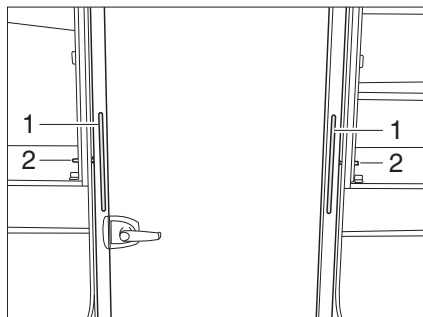
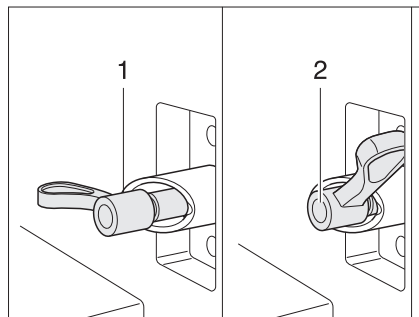

Fig. 228 Cabinet de toilette, poussé à l'intérieur
Fig. 229 Verrouillage cabinet de toilette
- Ouvrir les portes de la penderie des deux côtés du cabinet de toilette (Fig. 228).
- Faire faire un demi-tour aux verrous à ressort (Fig. 228,2) des deux côtés. La partie longue du levier de verrouillage doit se trouver à l'endroit le plus élevé de la douille en biseau (Fig. 229,1).
- Tirer à fond le cabinet de toilette sans le coincer par les poignées (Fig. 228,1).
- Refaire faire des deux côtés un demi-tour au verrou à ressort en sens inverse et le faire s'enclencher (Fig. 229,2).
- Pousser à fond le cabinet de toilette sans le coincer par les poignées (Fig. 228,1).
- Refaire faire des deux côtés un demi-tour au verrou à ressort en sens inverse et le faire s'enclencher (Fig. 229,2)